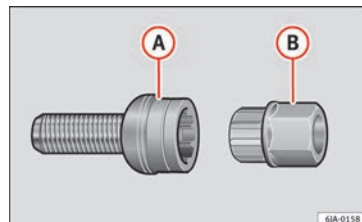

Fig. 62 Parafusos de segurança para rodas com adaptador.
- Introduza o adaptador (B) »» Fig. 62 com o lado dentado até acima na parte dentada interior do parafuso de segurança para rodas, de modo (A) que apenas sobressaia o hexágono exterior.
- Encaixe a chave de roda até ao topo do adaptador (B).